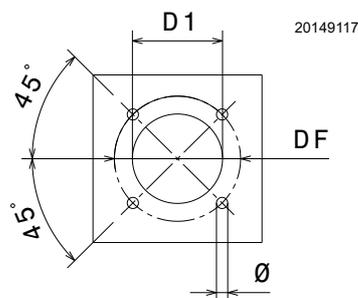

Fig. 12
Percer la plaque de fermeture de la chambre de combustion comme indiqué dans la Fig. 12. La position des trous filetés peut être tracée en utilisant l'écran isolant fourni avec le brûleur.
- Introduire le brûleur entier sur le trou de la chaudière, réalisé auparavant (Fig. 12), et fixer avec les vis fournies en dotation.